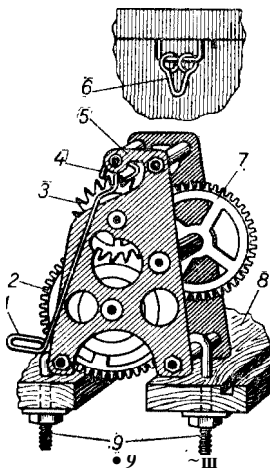

Рис. 31. Механізм ходиків:
Ходики дуже поширений тип годинників (рис. 31 і 32). Нескладний, дешевий механізм ходиків після багатьох
5. Кільця качалки 6 (рис. 31) спрацювалися. Поставити нову качалку.
6. Від постійного тертя зубців ходового колеса 3 (рис. 31) об плечі якоря 4 на останніх утворюються риски, які заважають ходу годинника. Треба відшліфувати і відполірувати плечі якоря.
Остаточно регулюють зачеплення правильно виготовленого якоря з ходовим колесом, зменшуючи або збільшуючи відстань між осями якоря і ходового колеса. Для цієї мети міст 5 (рис. 31) підгинають в потрібний бік.
1. Вилка 1 (рис. 31) чіпляється за стінку станка. Вилку треба відігнути.